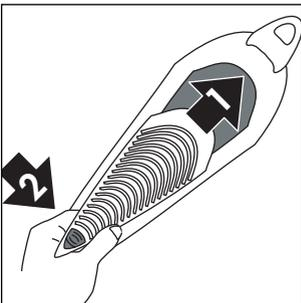

Abb. 19
- 4) Das Gitter wieder einsetzen, und zwar indem Sie zuerst den oberen Teil positionieren; dann den unteren Teil anlegen und den Schieber nach unten schieben, bis ein Klick zu vernehmen ist (Abb. 19).